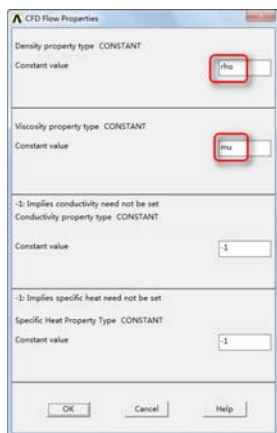

图 7-97 “CFD Flow Properties” 对话框
③单击“OK”按钮会弹出“CFD Flow Properties”对话框，如图 7-97 所示，在“Density property type CONSTANT Constant value”输入框中输入 rho，在“Viscosity property type CONSTANT Constant value”输入框中输入 mu，其余选项采用默认设置，单击“OK”按钮关闭该对话框。